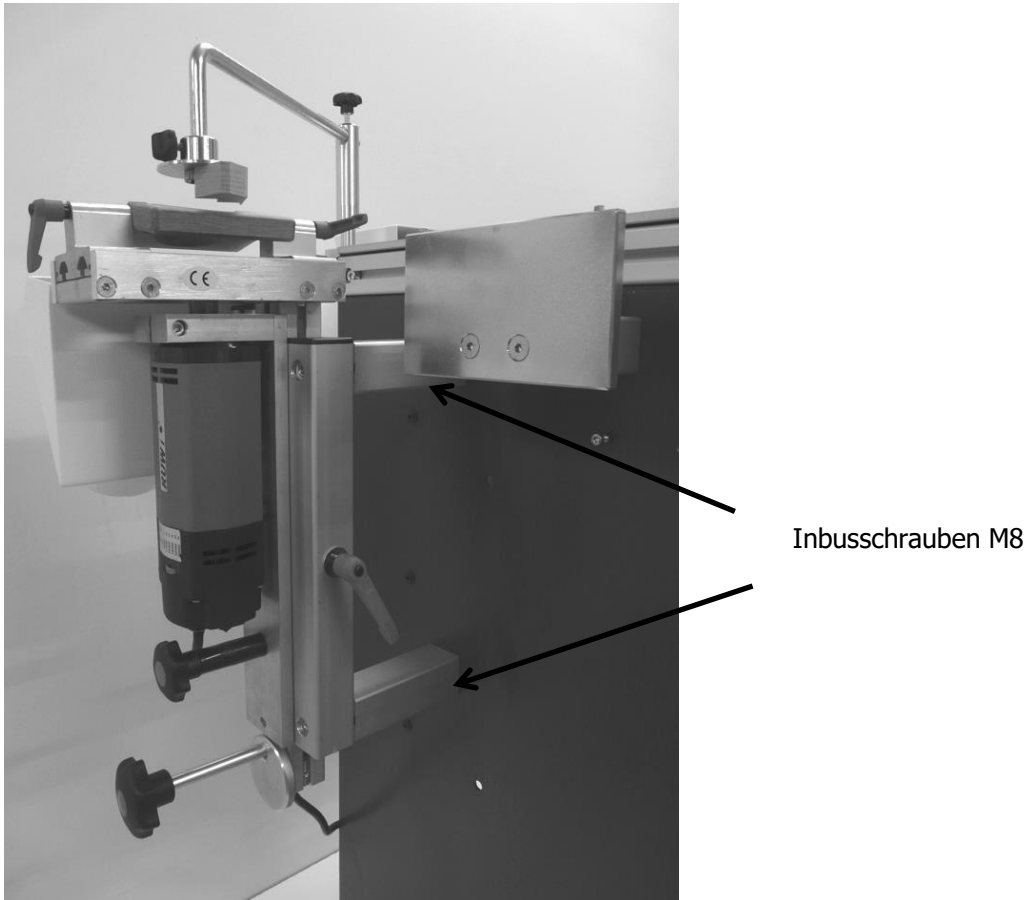

Bild 15
1. die 3-D-Freifräsvorrichtung mit den Inbusschrauben M8 am Maschinengestell festschrauben (Bild 15)